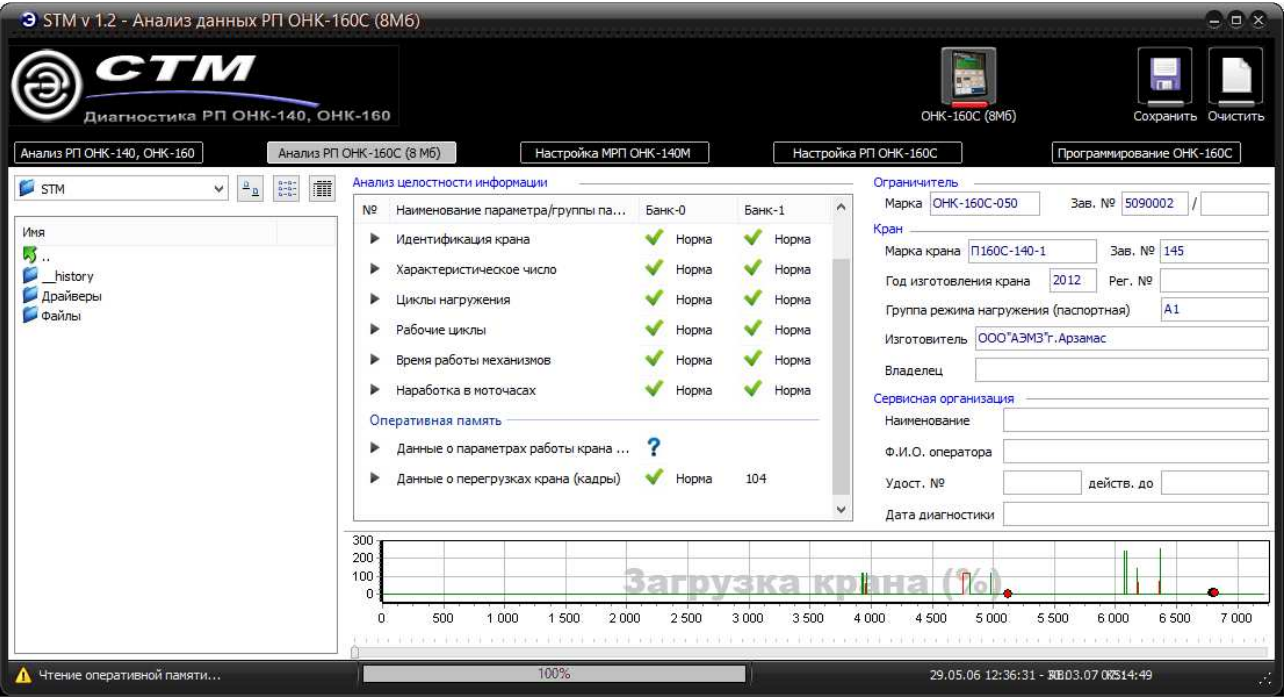

Рисунок 23. Завершение считывания информации из РП ОНК-160С (8Мб).
1. После обнаружения искомого фрагмента, необходимо дождаться завершения чтения оперативной информации (100%) (Рисунок 23).